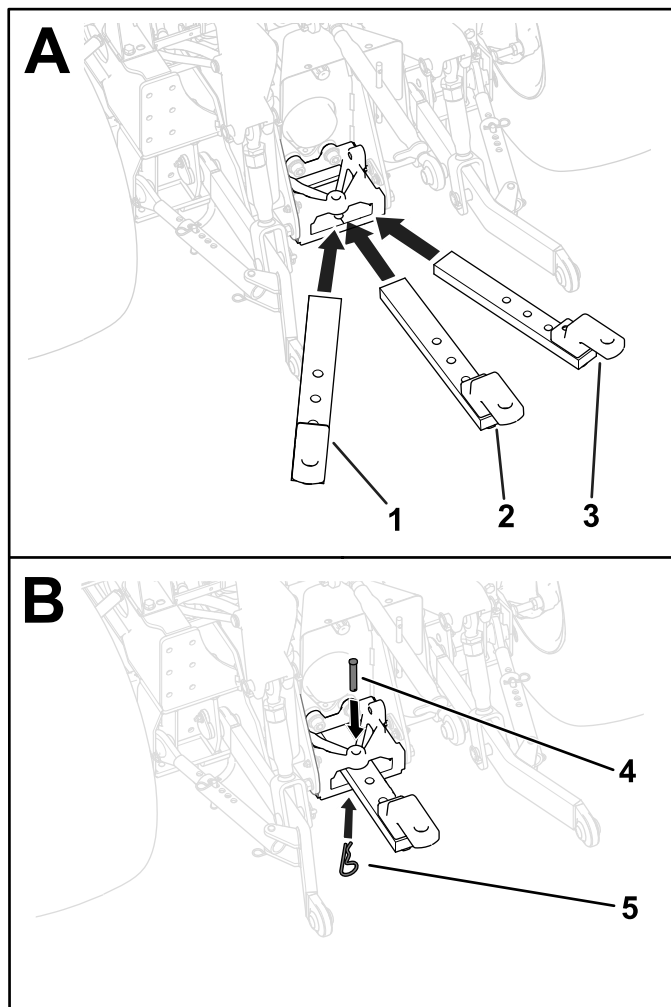

Figure 21
Vous pouvez monter la barre d'attelage déportée à gauche, déportée à droite ou centrée (Figure 21). Déterminez la position correcte de la barre d'attelage pour votre outil, puis installez la barre d'attelage comme suit :
1. Insérez la barre d'attelage dans son support (Figure 21).
2. Fixez la barre d'attelage au support en insérant l'axe de chape dans l'un de ses trois trous de montage puis en bloquant l'axe avec la goupille fendue (Figure 21).